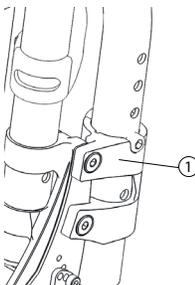

Fig. 19a
- Estraete il bracciolo del ricevitore (1) (Fig. 19a).